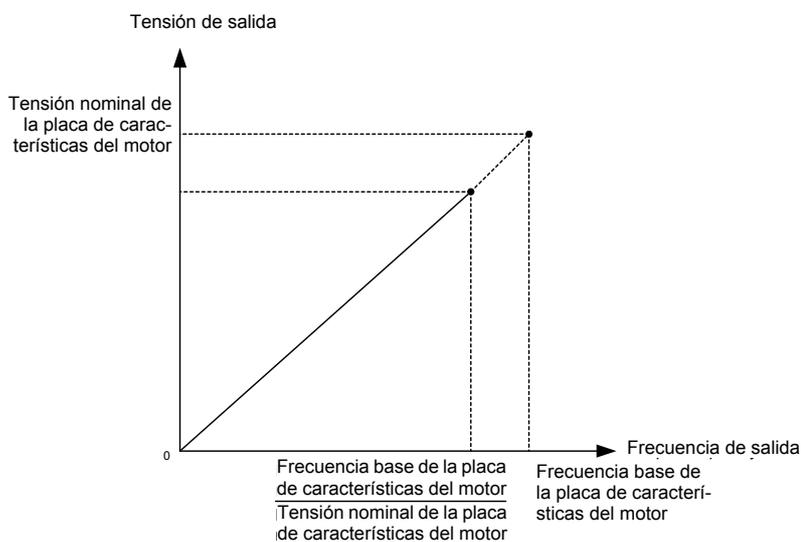

Fig. 4.3 Configuración de la frecuencia base del motor y de la tensión de entrada del convertidor
- Si la tensión nominal del motor es mayor que la tensión de alimentación, reduzca el valor de la tensión base como se muestra en la *Fig. 4.3* para prevenir la saturación de la tensión de salida del convertidor. Utilice el procedimiento siguiente para realizar el autotuning.